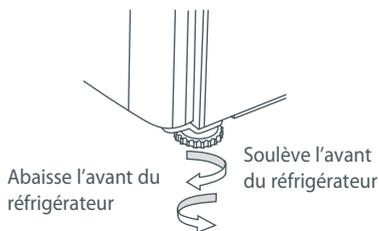

Fig.10 Pied du réfrigérateur
- C** Dévissez les pieds avant jusqu'à ce que le réfrigérateur soit incliné vers l'arrière, soit jusqu'à ce que la partie avant soit environ $\frac{3}{8}$ po (10 mm) plus haute que la partie arrière. Il sera ainsi plus facile de fermer la porte. (reportez-vous à la figure 10).